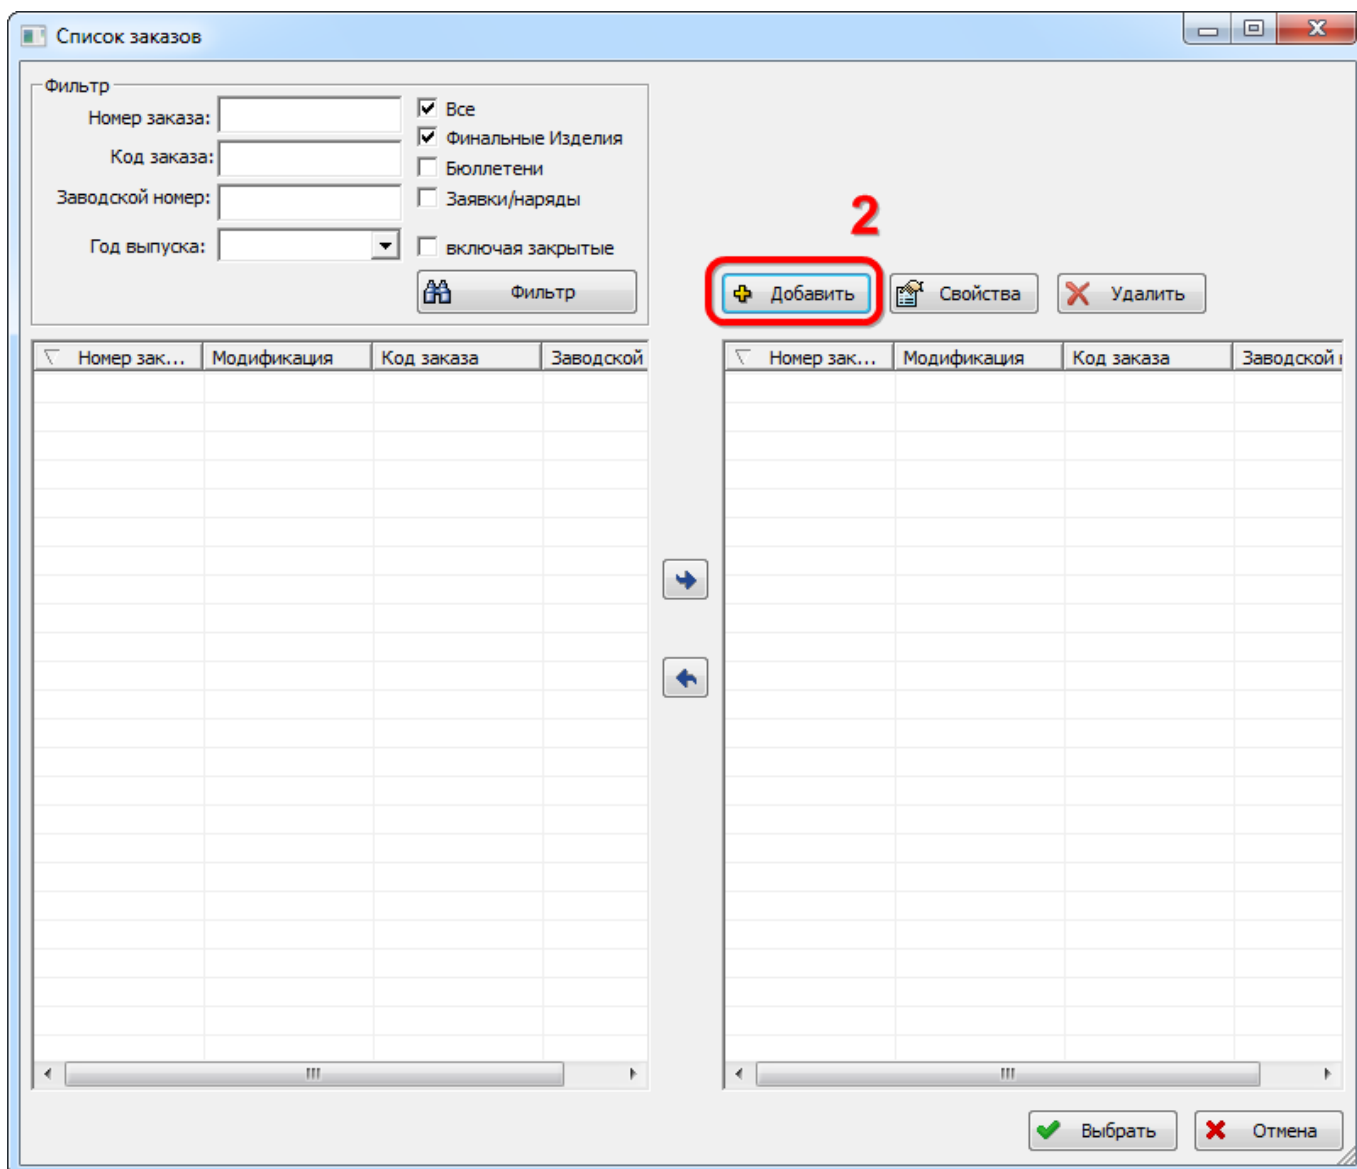
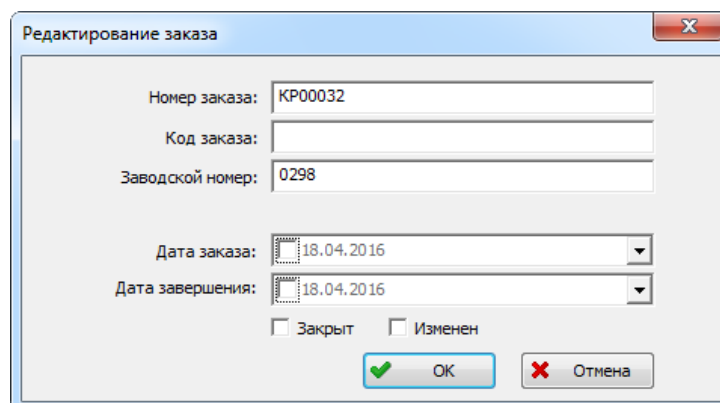
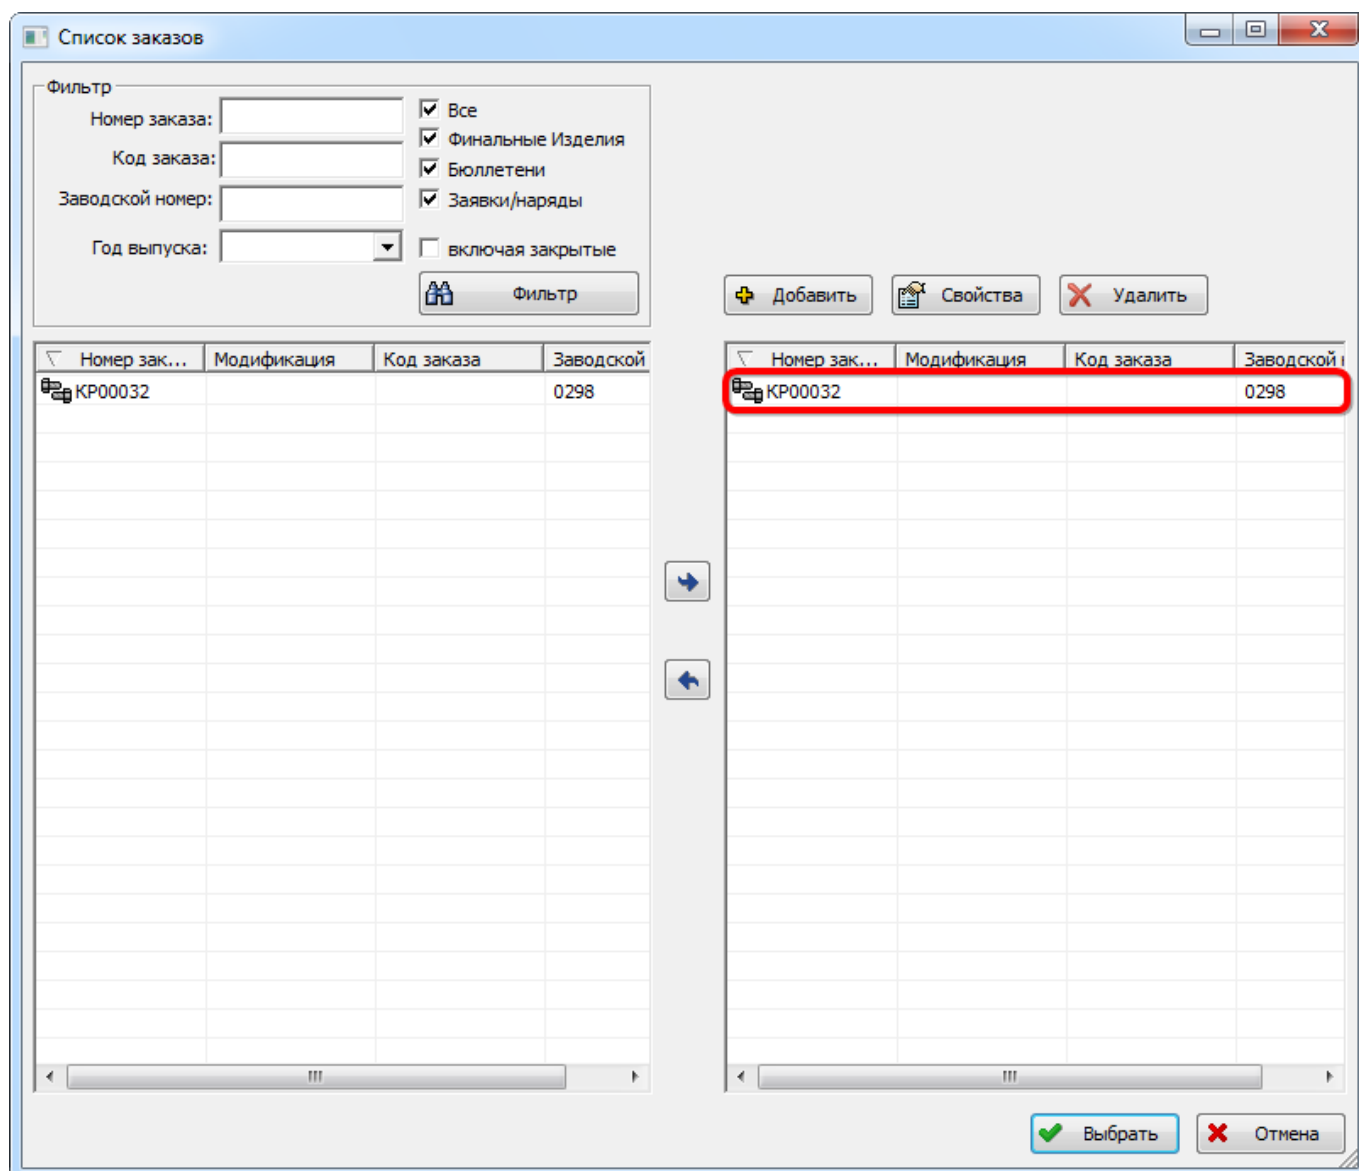

Рис. 10-205 – Окно «Список заказов»
Рис. 10-206 – Окно создания заказа
Рис. 10-207 – Созданный заказ в окне «Список заказов»
4) Для ввода серийных номеров³⁰⁾ нажать кнопку справа от поля «Серийные номера» (1 на рис. 10-205). При этом откроется окно «Список заказов» (рис. 10-206).
5) В окне «Список заказов» нажать кнопку «Добавить» (2 на рис. 10-206). Откроется окно «Создание заказа» (рис. 10-207).